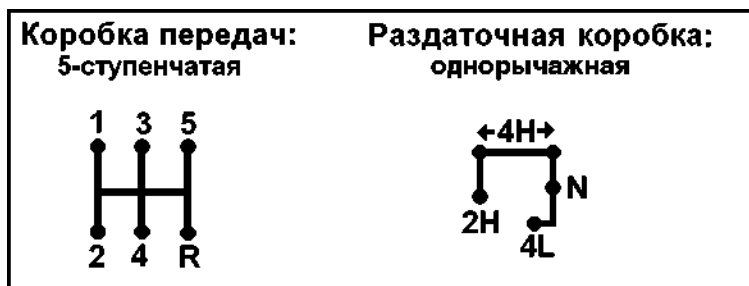

Рис. 3.4. Положения рычагов коробки переключения передач и раздаточной коробки:
- 18 -рычаг включения переднего моста и понижающей передачи. (Положения рычага см. на рис. 3.4);
- 20 -рычаг переключения передач (положения рычага см. на рукоятке рычага переключения передач и на рис. 3.4).